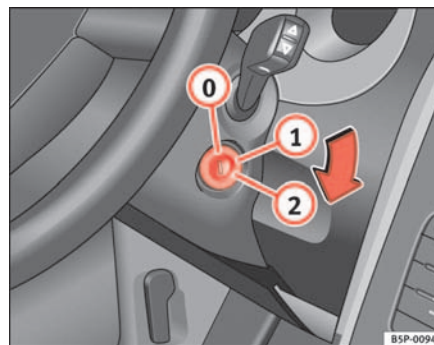

Abb. 99 Stellungen des Zündschlüssels
In dieser Stellung ⇒ Abb. 99 sind die Zündung und der Motor ausgeschaltet und die Lenkung kann gesperrt werden.
- Drehen Sie den Zündschlüssel in Stellung ⇒ Seite 137, Abb. 99 . Beim Vorglühen des Motors leuchtet die Kontrollleuchte  auf.
- Drehen Sie den Zündschlüssel in Stellung ⇒ Seite 137, Abb. 99 .